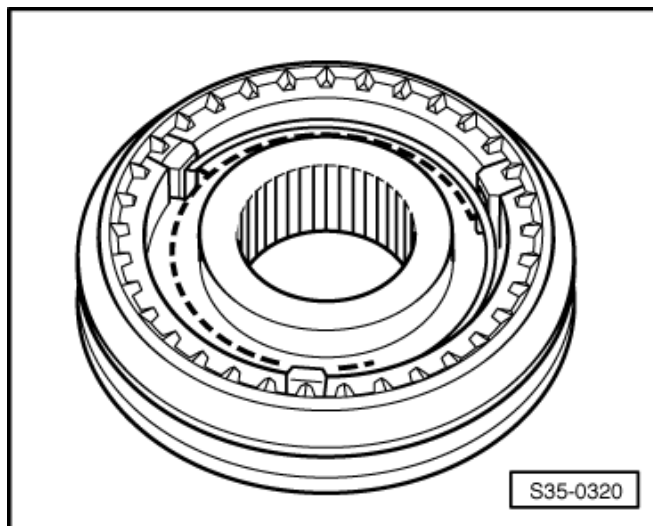
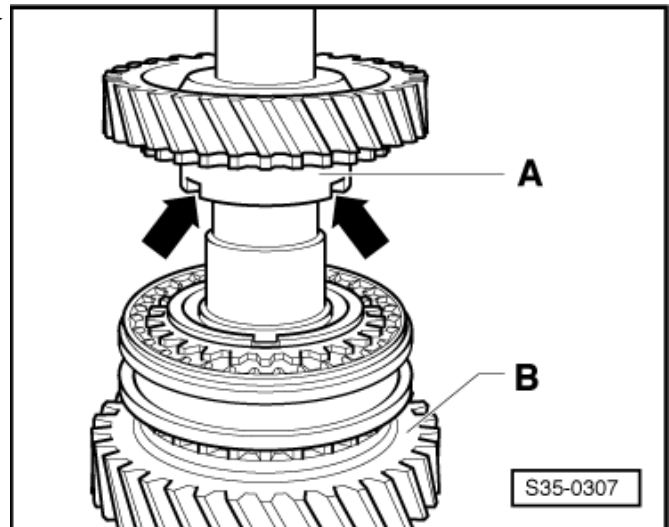

Abb. 15: Einbaulage Schiebemuffe/Synchronkörper 1. und 2. Gang ►
Abb. 20: Einbaulage Schiebemuffe/Synchronkörper 3. und 4. Gang ►
- Schiebemuffe über den Synchronkörper in Einbaulage ⇒ Abb. 15 in **35-2** Seite 9 bzw. ⇒ Abb. 20 in **35-2** Seite 10 schieben.